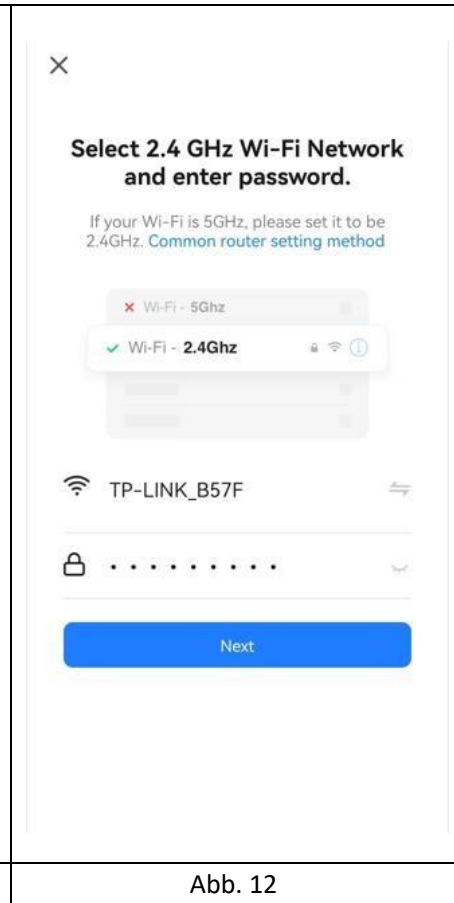

Abb. 12
3. Verbinden Sie sich mit WLAN, und geben Sie das Passwort ein, wie in Abb. 12 gezeigt.